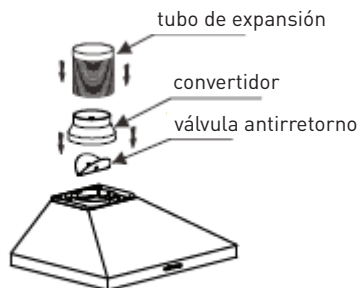

Imagen 3
4. Instale el tubo de conversión y expansión en la campana extractora, consulte la imagen 3. Después monte la campana extractora y fíjela con 2 tornillos de seguridad ST4*30mm, consulte las imágenes 4 y 6 (tubo de expansión no incluido).